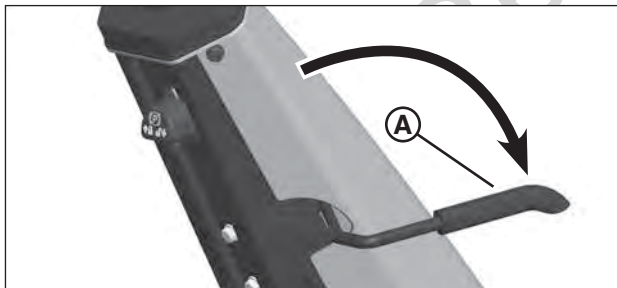

Figure 4: Commande de lame
3. S'assurer que la commande de lame (A, Figure 4) se soit sur la position « ARRÊT ».